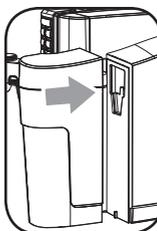

Fig.1
- 1- Apropiati recipientul de aparat și ridicați-l puțin (Fig.1).